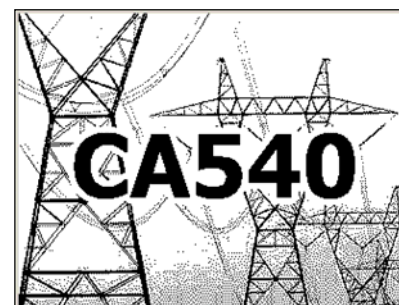

Рисунок 6.50
2) Встановити вимикачі "СЕТЬ", розміщені на передній панелі Блоку вимірювального і на БСУ, в положення "I". На екрані БУ з'явиться зображення (рисунок 6.50).
2) Встановити вимикачі "СЕТЬ", розміщені на передній панелі Блоку вимірювального і на БСУ, в положення "І". На екрані БУ з'явиться зображення (рисунок 6.50).